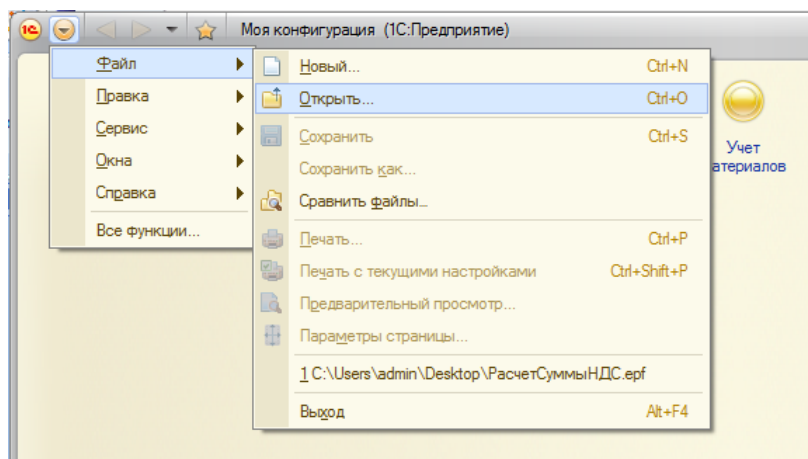

Рисунок 139 Меню приложения
13. В режиме 1С:Предприятие выберите **Главное меню** (круглая кнопка с черным треугольником), пункт **Файл**, пункт **Открыть** (рис. 139). Выберите файл внешней обработки. Откроется созданная форма.